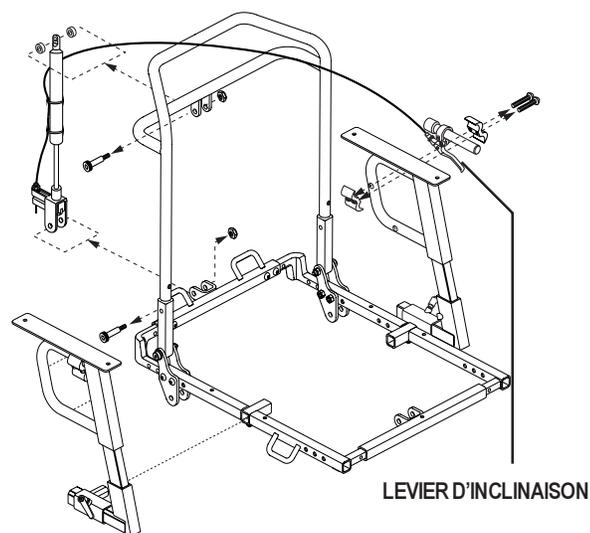

Figure 10. Ajustement manuel de l'angle d'inclinaison du dossier
1. Asseyez-vous avec le dos fermement sur le dossier et appuyez sur le levier d'inclinaison qui est installé sur l'accoudoir. Voir la figure 10.
7. Enlevez le levier d'inclinaison et l'installez dans la fixation sur l'autre accoudoir. Voir la figure 10.